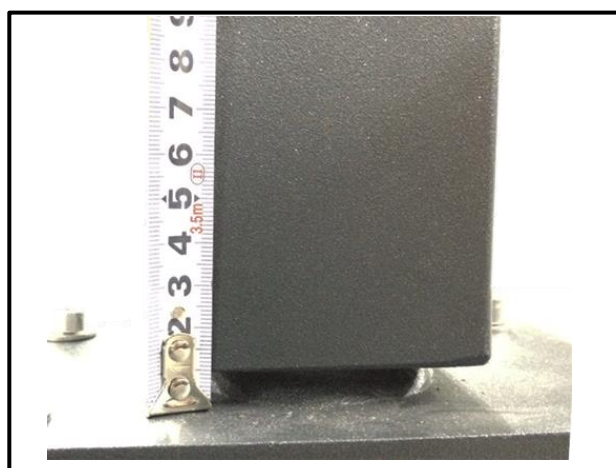

図.5
正しく差込まれていると、図5のように台座軸 (C) と主柱 (D) との間は約 1 cm の隙間が空いた状態になります。(図.5)